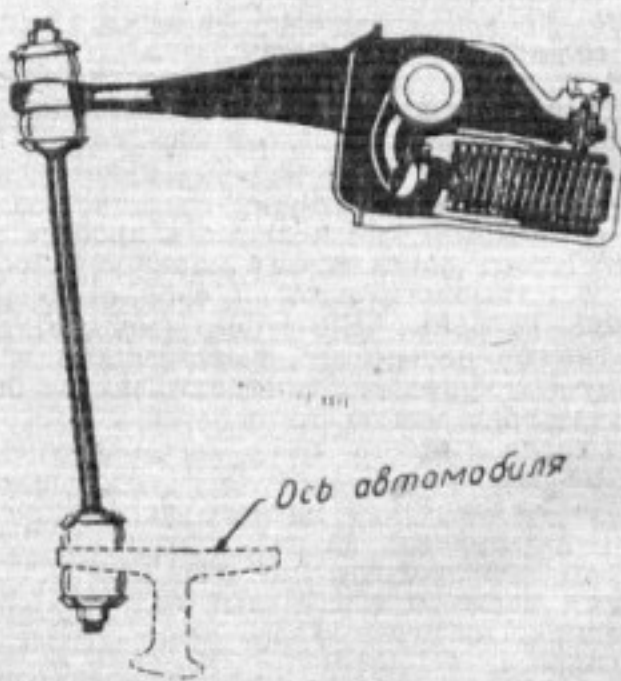

Рис. 3. Амортизатор при неподвижном автомобиле. Оба клапана закрыты
1. На рис. 3 показан амортизатор, установленный на автомобиле, когда последний неподвижен. Оба клапана — рабочий и обратный — закрыты. Избыточное давление в рабочем цилиндре амортизатора отсутствует.